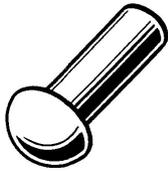

Рис. 2
- Заклепка — цилиндрический стержень, имеющий на одном конце головку, называемую закладной (рис. 2).